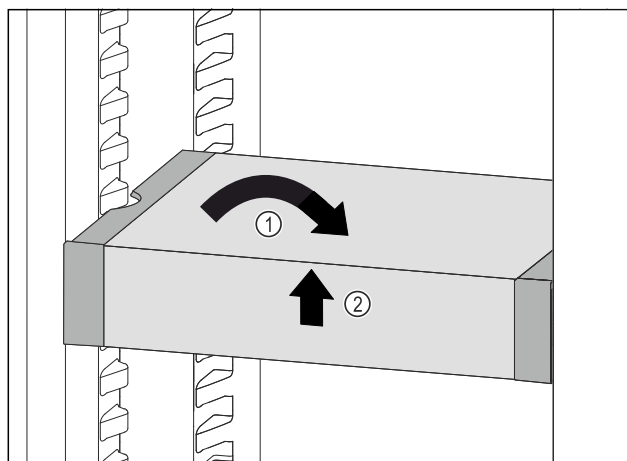

Fig. 60
- Coloque el VarioSafe en posición recta. Fig. 60 (1)
- Levante el VarioSafe por delante. Fig. 60 (2)